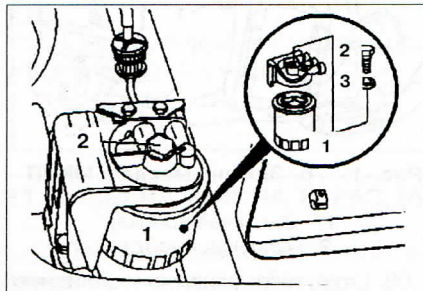

Рис. 1.12. Замена топливного фильтра на двигателях 602.984/985
1. Открутите болт **2** и снимите фильтрующий элемент **1** (рис. 1.12).